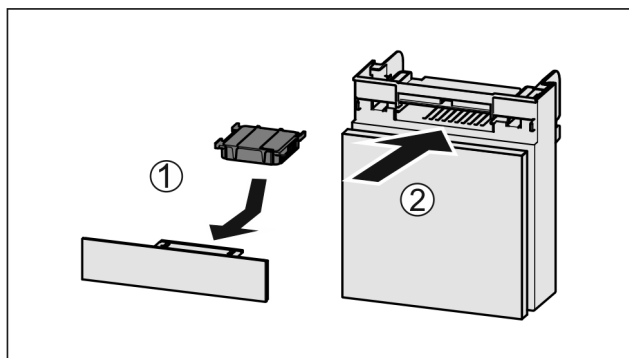

Fig. 117
- ▶ Wkładać Fig. 117 (1) filtr z węglem aktywnym zgodnie z ilustracją.
- ▶ Wsunąć komorę Fig. 117 (2).